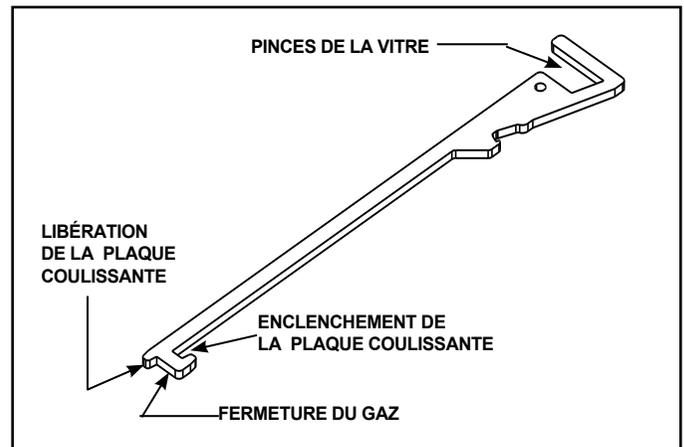

Figure 2.1 Outil multifonction
- Voir la figure 2.1 pour les caractéristiques de l'outil multifonction.